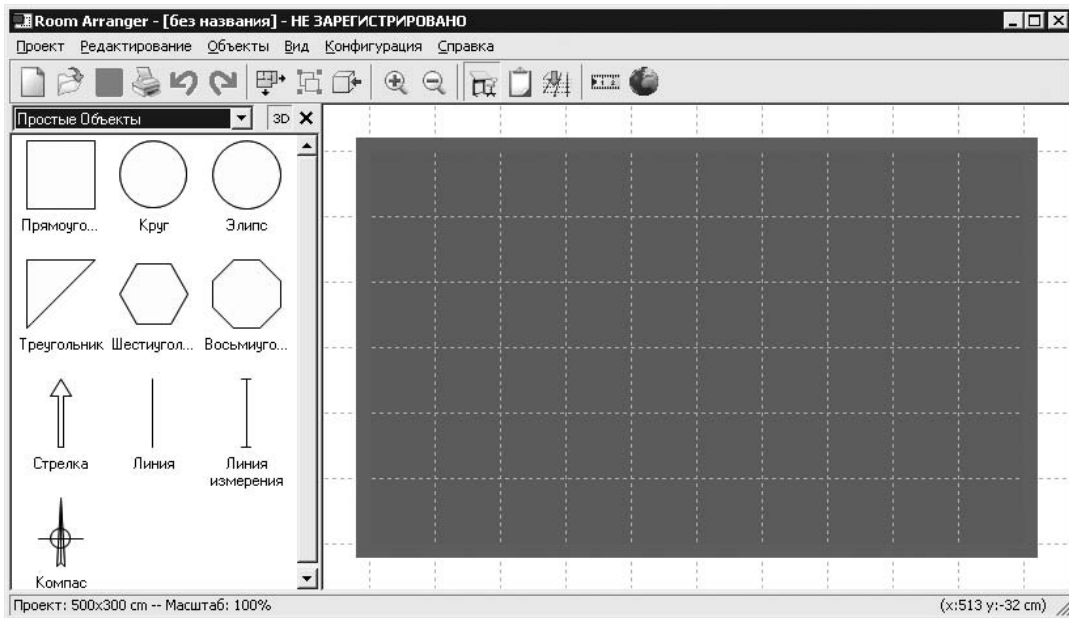

Рис. 9.25
5. В открывающемся списке Форма выбрать вариант формы помещения и нажать кнопку Готово — откроется окно с комнатой указанных размеров (рис. 9.25).